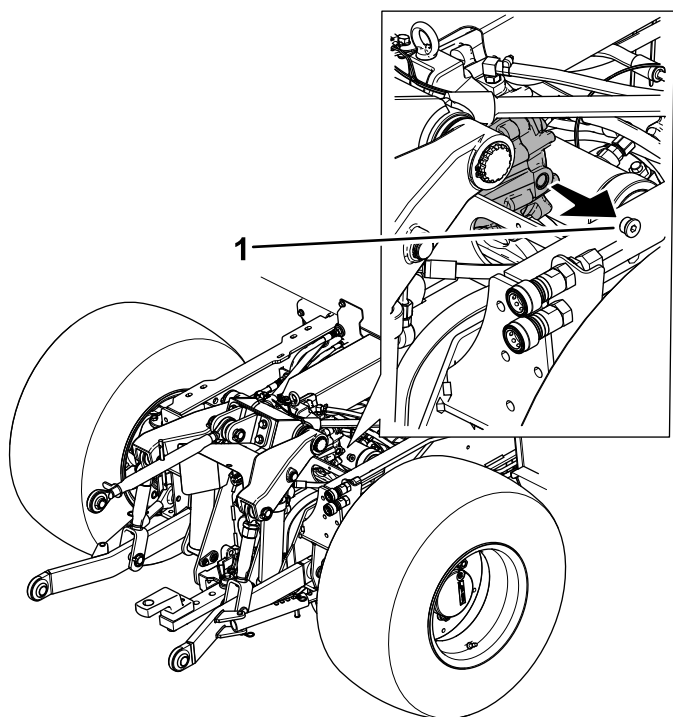

Figura 105
2. Retire o tampão da porta do visor da caixa de velocidades da PTO traseira (Figura 105).